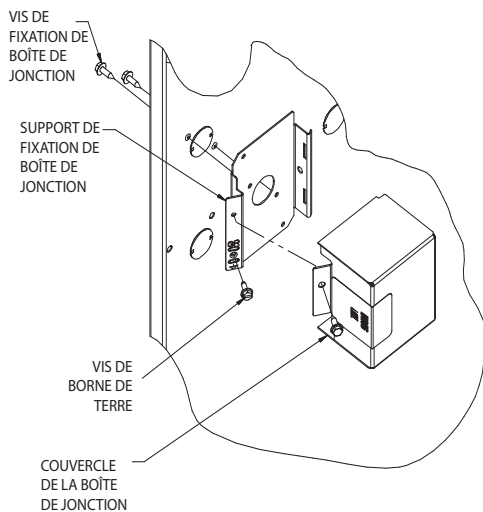

Fig. 34 – Installation d'une boîte de jonction (le cas échéant)
Le couvercle de la boîte de jonction, le support de fixation et les vis se trouvent dans le sac de pièces détachées expédié avec la chaudière. Reportez-vous à la Fig. 34 pour connaître les emplacements de montage de la boîte de jonction.
1. Posez le support de fixation de la boîte de jonction à l'intérieur du caisson de chaudière. Consultez la Fig. 34.
5. Raccordez le fil de mise à la terre du site et le fil de mise à la terre installé en usine à la vis verte de mise à la terre qui se trouve sur le support de fixation de la boîte de jonction, tel qu'illustré à la Fig. 34.
7. Fixez le couvercle de la boîte de jonction de la chaudière au support de fixation à l'aide des vis fournies dans le sac de pièces détachées. Attention de ne pas pincer les fils entre le couvercle et le support de fixation. Consultez la Fig. 34.
4. Raccordez le fil de mise à la terre du site et la mise à la terre installée à l'usine à la vis verte de mise à la terre située sur le support de montage de la boîte de jonction, tel qu'illustré dans la Fig. 34.